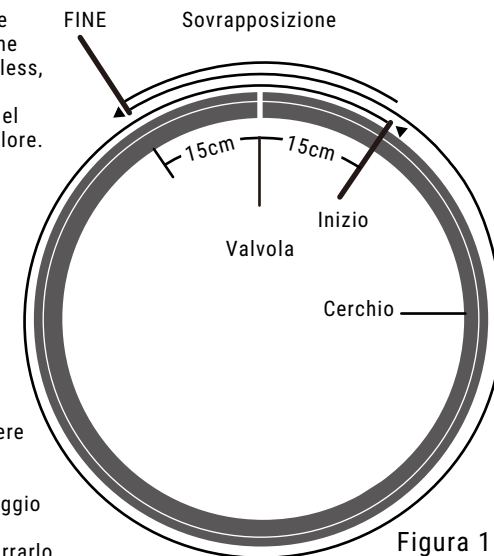

Figura 2
3. Per l'installazione della valvola tubeless, vedere la figura 2 e la figura 3. Accertarsi che la guarnizione o-ring fornita sia posizionata correttamente tra l' anello di bloccaggio e il cerchio (Fig. 2) Collegare l'anello di bloccaggio alla valvola e serrarlo a mano. Non utilizzare alcun tipo di attrezzo per serrare l'anello di bloccaggio della valvola.